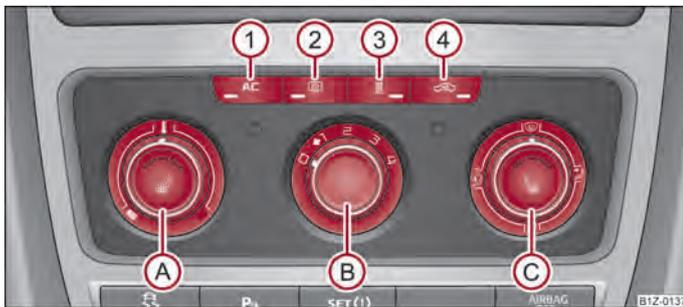

Fig. 94 Sistema de ar condicionado: Elementos de accionamento
A refrigeração só funciona quando a tecla **(AC)** ⇒ Fig. 94 **(1)** estiver premida e as seguintes condições estejam preenchidas:
- Rodar o regulador giratório **(A)** ⇒ Fig. 94 para a direita, para aumentar a temperatura.
- Carregue na tecla **(AC)** **(1)** ⇒ Fig. 94. Na tecla acende-se a luz de controlo.
- Elementos de comando Ⓐ, Ⓑ, Ⓒ e o botão ① e ④ ⇒ Fig. 94.
- Prima o botão  ④ ⇒ Fig. 94, a luz de controlo no botão acende-se.
Quando o regulador da distribuição de ar Ⓒ estiver na posição  ⇒ Fig. 94, a circulação de ar é automaticamente desligada. Nesta posição, se carregar repetidamente no botão , também pode ligar, de novo, o modo de reciclagem do ar. ▶